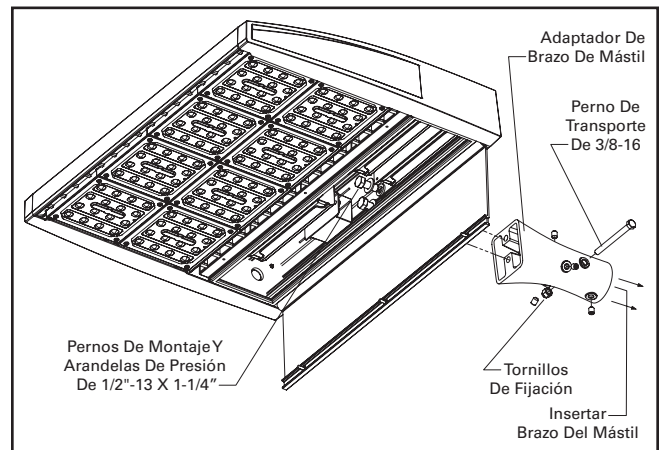

FIG. 3
**Montaje De Adaptador De Brazo Del Mástil (FIG. 3)**
1. Afloje (3) tornillos situados en la puerta de acceso del accesorio y abra la puerta.
6. Asegure el adaptador del brazo del mástil al brazo del mástil con los (4) tornillos de fijación de 3/8-16 x 3/8". Apriete los tornillos de fijación a 12.5 ~ 13 ft-lbs.